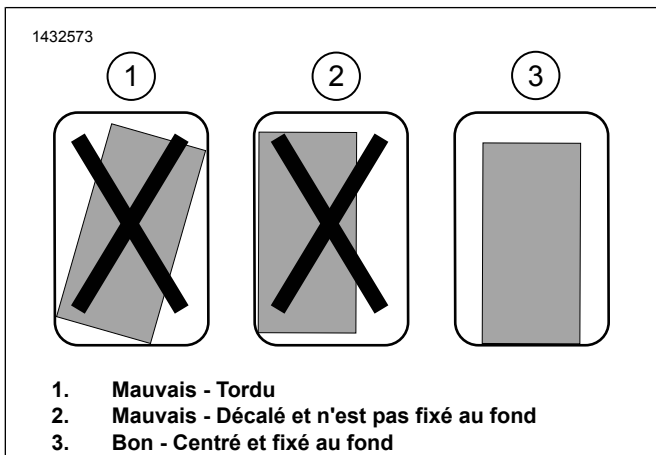

Figure 11. Installation du support de montage
- a. Figure 11 Tester l'ensemble support de montage. Le support doit être parfaitement droit, centré et situé le plus près possible du fond de la sacoche.
- c. Figure 11 Vérifier le positionnement final en veillant à ce que le support soit droit, centré et situé le plus près possible du fond de la sacoche.